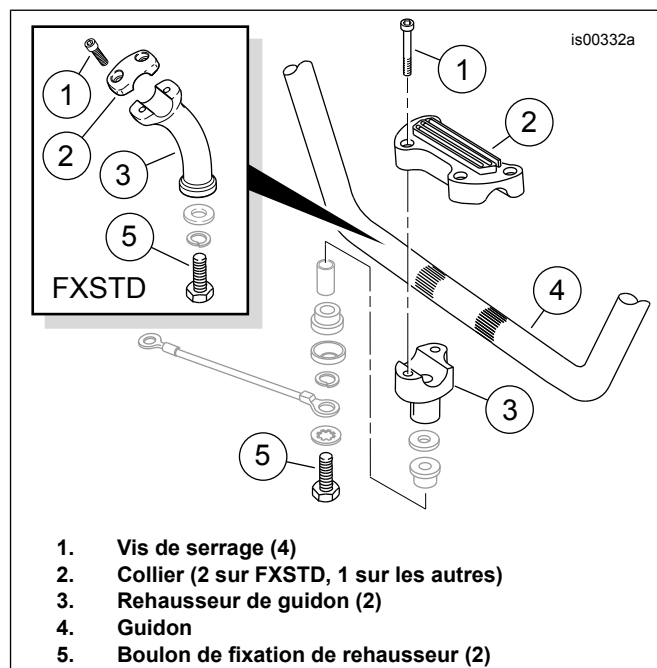
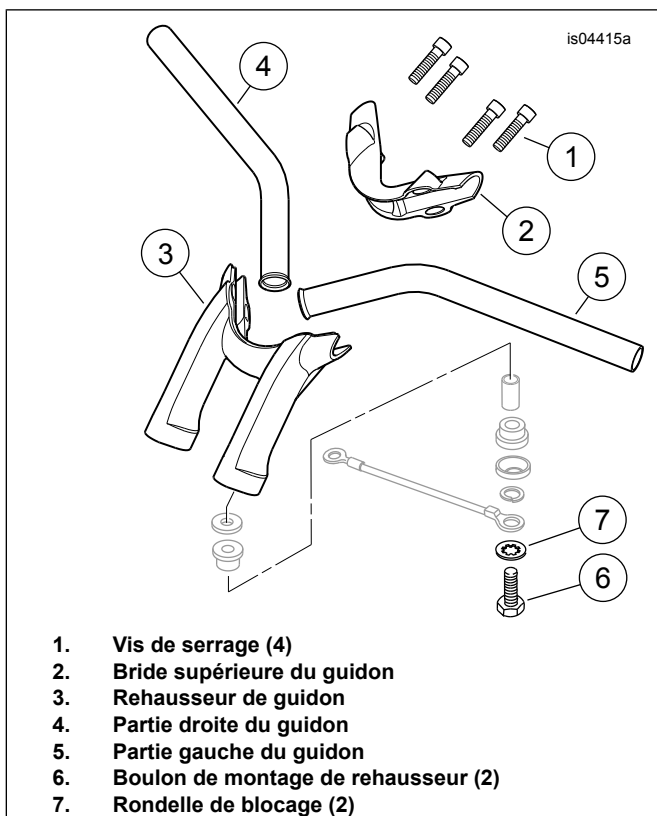

Figure 1. Colliers et rehausseurs de guidon (modèles Dyna et Softail)
Figure 2. Bride et rehausseur de guidon (modèles Rocker)
12. **Pour tous les modèles Dyna et Softail SAUF le Rocker (FXCW/C) :** Consulter Figure 1. Retirer et mettre à l'écart les vis (1), la bride supérieure (2) et le guidon (4). **Pour les modèles Rocker (FXCW/C) :** Consulter Figure 2. Retirer et mettre à l'écart les vis à tête creuse hexagonale (1) qui fixent la bride supérieure du guidon (2) sur le rehausseurs (3). Retirer la bride et la mettre à l'écart. Retirer le guidon (4 et 5) de la motocyclette.
14. **Pour tous les modèles Dyna et Softail SAUF le Rocker (FXCW/C) :** Consulter Figure 1 . Retirer les deux écrous de montage de rehausseur (5) de sous le support de fourche supérieur. Retirer et jeter les rehausseurs de guidon (3), mais conserver les pièces d'isolation de rehausseur restantes pour l'installation ultérieure. **Pour les modèles Rocker (FXCW/C) :** Consulter Figure 2 . Retirer et mettre à l'écart les deux boulons de montage (6) et les rondelles de blocage (7) de sous le support de fourche supérieur. Retirer et mettre à l'écart le rehausseur de guidon (3), mais conserver les pièces d'isolation de rehausseur restantes pour l'installation ultérieure. **Pour tous les modèles Dyna et Softail :** consulter la section « CÂBLAGE INTERNE DU NOUVEAU GUIDON » .